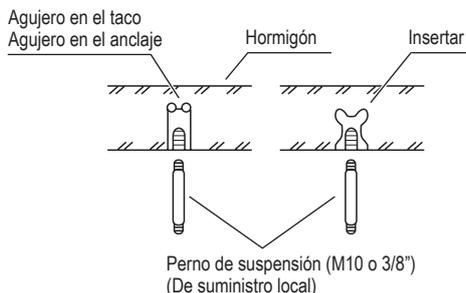

Fig. 6-3
- Insertar pernos de suspensión (Fig. 6-3)
- (2) Atornillar los pernos de suspensión permitiendo que sobresalgan del techo (Fig. 6-3). (Recortar el material del techo si es necesario).